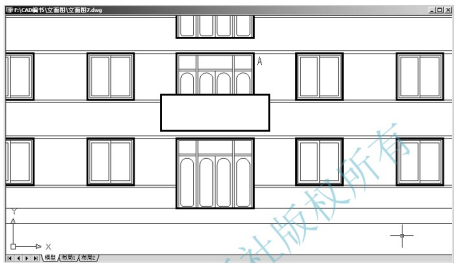

图 4.43 修剪阳台门
(4) 使用【修剪】命令和【删除】命令，把与阳台重叠的阳台门修剪至如图4.43所示的状态。